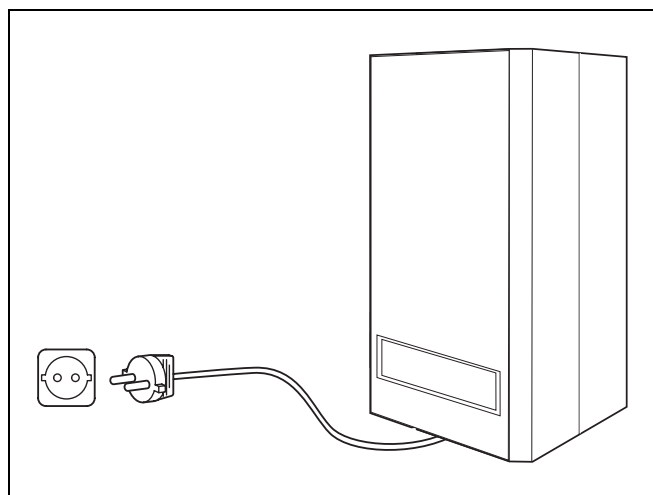

fig. 16 Aansluiting netvoeding
De aansluiting op de netvoeding gebeurt door de netstekker in een geaarde wandcontactdoos (230 VAC/ 50 Hz) te steken (→ fig. 16).
- Steek de steker van het toestel in een wandcontactdoos met randaarde (→ fig. 16).